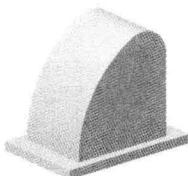
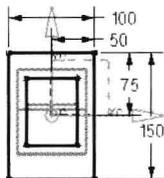

图 1.6 拉伸特征 2
图 1.7 截面草图
Step4. 创建图 1.6 所示的拉伸特征 2。选择下拉菜单 **插入(S)** \rightarrow **设计特征(F)** \rightarrow **拉伸(E)...** 命令；选取 YC-XC 基准平面为草图平面，绘制图 1.7 所示的截面草图，在 **限制** 区域的 **开始** 下拉列表中选择 **值** 选项，并在其下的 **距离** 文本框中输入值 0；在 **限制** 区域的 **结束** 下拉列表中选择 **值** 选项，并在其下的 **距离** 文本框中输入值 10；在 **布尔** 区域中选择 **求和** 选项，采用系统默认的求和对象。